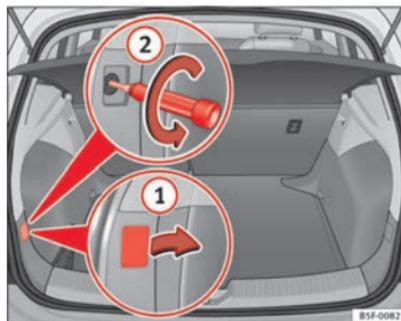

Fig. 192 Coffre à bagages : vis de fixation de feu arrière
- Enlevez le cache à l'aide du tournevis à tête plate au niveau de l'évidement ⇒ fig. 192 ①.
- Desserrez la vis qui se trouve derrière dans le sens contraire des aiguilles d'une montre (flèche) ⇒ fig. 192 ② à l'aide d'un tournevis et retirez-la avec précaution.